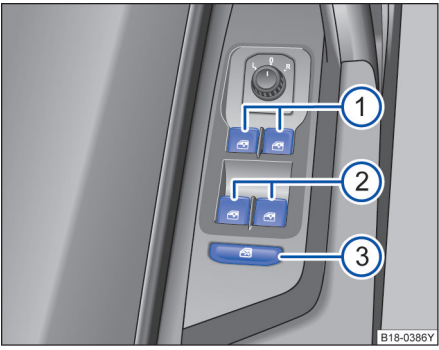

图 57 在驾驶员侧车门内：前部和后部车窗升降器的按钮
→ 图 57 的图例：
安全按钮→ 图 57③ 停用后门车窗控制按钮。这时按钮中的黄色指示灯亮起。